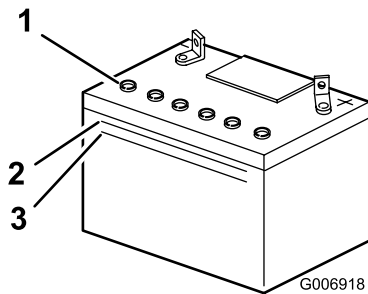

Bild 25
2. Sehen Sie sich die Seite der Batterie an. Die Batteriesäure sollte bis zur oberen Linie reichen (Bild 25).
Hinweis: Der Säurestand darf nicht unter die untere Linie fallen (Bild 25).
3. Entfernen Sie die Entlüftungsdeckel von der Batterie (Bild 25).
4. Gießen Sie langsam destilliertes Wasser in jede Batteriezelle, bis der Säurestand die obere Linie (Bild 25) am Batteriegehäuse erreicht.
5. Warten Sie nach dem Füllen der Batteriezellen fünf bis zehn Minuten. Gießen Sie bei Bedarf destilliertes Wasser in jede Batteriezelle, bis der Säurestand die obere Linie (Bild 25) am Batteriegehäuse erreicht.